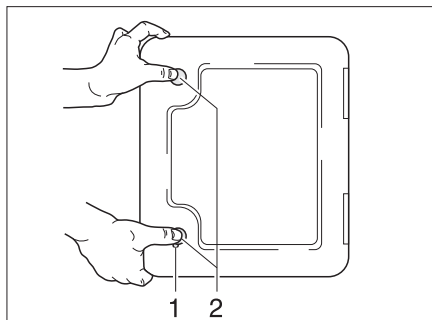

Bild 30 Klappe für Toiletten-Kassette
- Schlüssel in Schließzylinder des Druckschlusses (Bild 30,1) stecken und eine viertel Umdrehung drehen.
- Beide Druckschlösser (Bild 30,2) gleichzeitig mit dem Daumen drücken und Klappe für Toiletten-Kassette öffnen.
- Schlüssel in Schließzylinder (Bild 30,1) stecken und eine viertel Umdrehung drehen.